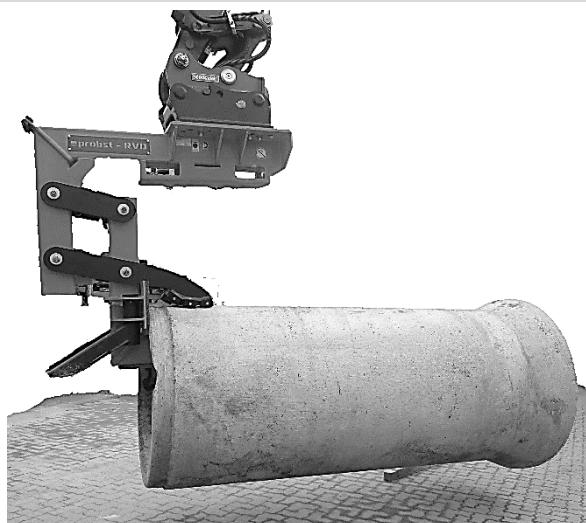

Fig. 1
- Pour le déchargeement (ou le chargement), par exemple d'un camion, le mandrin peut également être rétracté de la pointe du tuyau (Fig. 1).